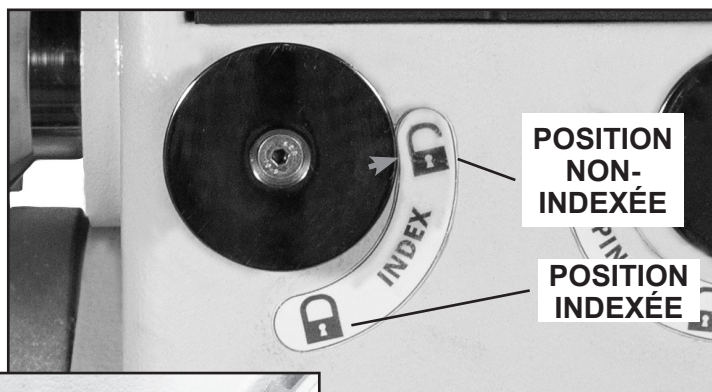

FIG. 34
Bien placé à l'avant de la poupée fixe, la tige d'indexation (fig. 34 & 35) sert à positionner et bloquer la broche pour réaliser avec précision des motifs espacés sur des pièces comme des cannelures droites, rainures, perçage, sculpture de détails, pyrogravure, traçage et plus.
- Tournez la poignée d'indexation (FIG. 34) de la position "non-indexée" (icône de cadenas ouvert) vers le bas à la position "indexée" (icône de cadenas fermé). Ceci insérera la tige dans un des trous d'indexation sur la poulie de la broche, bloquant la broche en place.